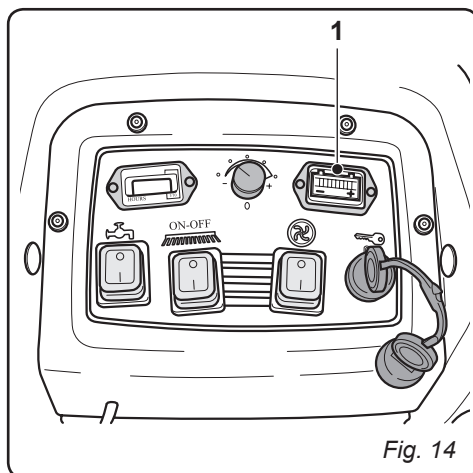

Fig. 14
8.1.g - Liste alarmes (Fig. 14)